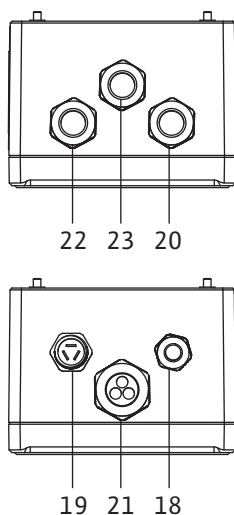

Fig. 20: Kabelové průchodky
2. Uvolněte šroubení 19 (Fig. 20) na regulačním přístroji.